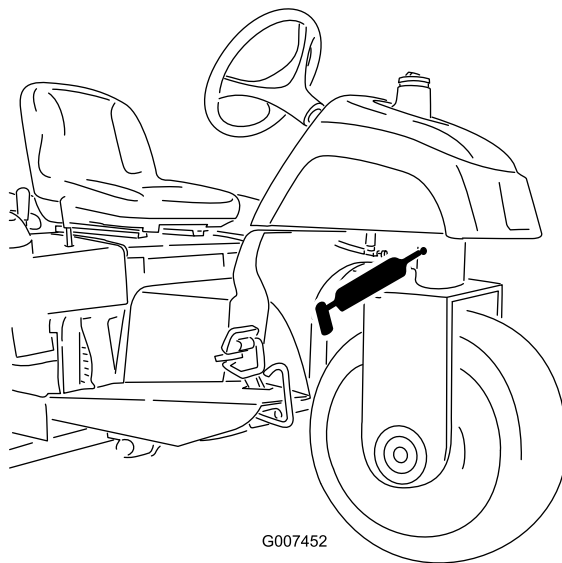

図 23
- ステアリングピボット (図 23)
**注** ステアリングピボットの注入部 (図 23) は面一フィッティングなので、グリスガン用ノズルアダプタが必要です。パーツ番号は P/N 107-1998 ご注文は Toro 代理店へ。